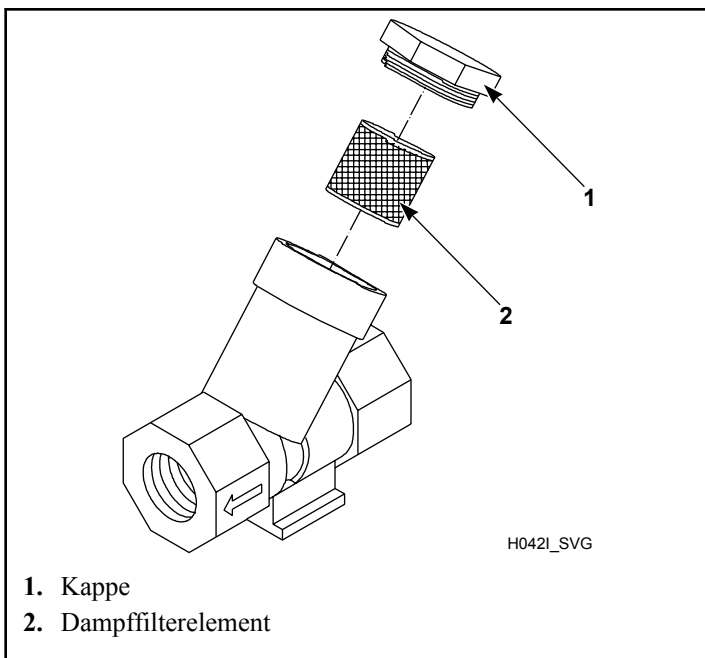

Abbildung 65
3. Reinigen Sie ggf. den vom Kunden bereitgestellten Dampffilter. Siehe *Abbildung 65* .